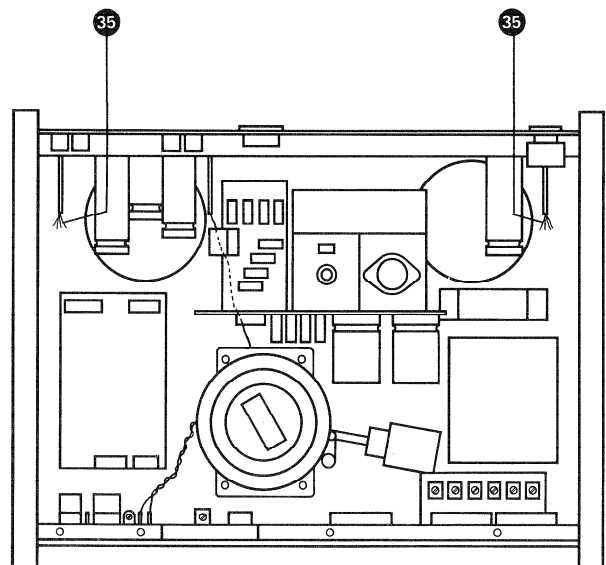

Fig. 2.12.-1
- Motoranschlussverbindungen (35) (Fig. 2.12.-1) aus Wickelmotorsteuerung (A8 bzw. A10) abziehen.
- Pull off the motor connectors (35) (fig. 2.12.-1) from the spooling motor control (A8 or A10).